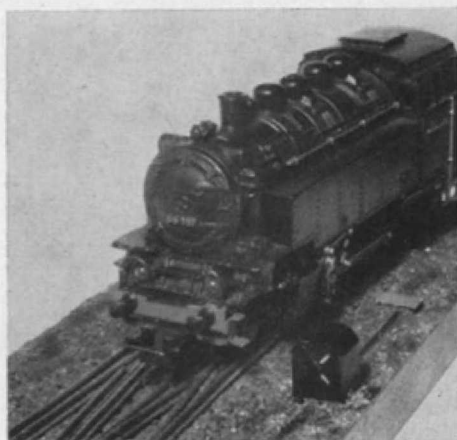

Abb. 1. In wohlausgewogenem Verhältnis zu (Modell-) Rad und Schiene steht unsere Dkw-Laterne!
Abb. 1 und 2. Alles ist zu erlernen, auch Schreinerarbeiten, wenn es gilt, den Rahmenunterbau für die Clubanlage zusammen zu zimmern. Zweifelsohne sind richtige Fachleute dabei, wie das Rahmenwerk erkennen läßt!
In Abb. 3a–n sind die einzelnen Teile unserer Dkw-Laterne und deren Betätigungsmechanismus dargestellt. Die Abwicklung des Laternenkastens (a) hat sich gegenüber der in Hest 3/X, S. 102 gezeigten nur insoweit geändert, als daß 1. die Abwicklung aus Zweckmäßigkeitsgründen in 2 Hälften geteilt ist, 2. nur zwei Befestigungslaschen vorgesehen sind und 3. die Bohrung für die Blendenlagerung (statt 1 mm) 1,5 mm beträgt. Diese etwas erweiterte Bohrung ist durch die andersartige Blendenausführung bedingt: Die Blenden sind wie beim Vorbild außen angebracht und jede für sich drehbar. Um dies zu erreichen, waren 2 bewegliche Achsen erforderlich und zwar eine aus 0,8 mm Draht und ein Röhrchen von 1,5 mm Außen- und 0,9 mm Innendurchmesser (e). Während der 0,8 mm Draht im 1,5 mm-Ms-Röhrchen gelagert ist, muß für das Röhrchen erst ein Lager geschaffen werden. Und zwar aus 1,5 mm Ms-Blech gemäß Abb. 1 (c) und Abb. 2. Wie aus der Zeichnung (A) hervorgeht, ist auf jeder Blendenseite ein Lager erforderlich. Daß die Lagerbohrung genau lotrecht sein muß ist wohl